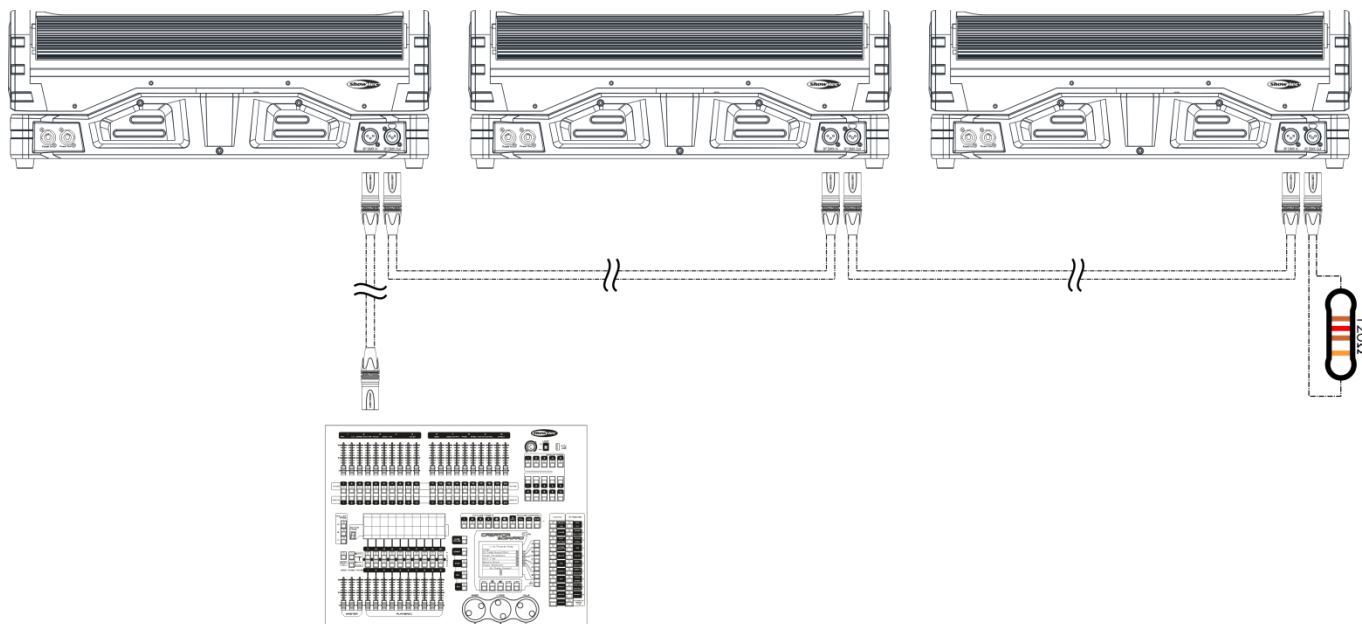

Fig. 05
- 04) Collegare le unità come indicato nella Fig. 05. Collegare la presa DMX "out" della prima unità alla presa DMX "in" della seconda unità, servendosi di un cavo di segnale DMX. Ripetere questo processo fino a collegare la seconda, la terza e la quarta unità.